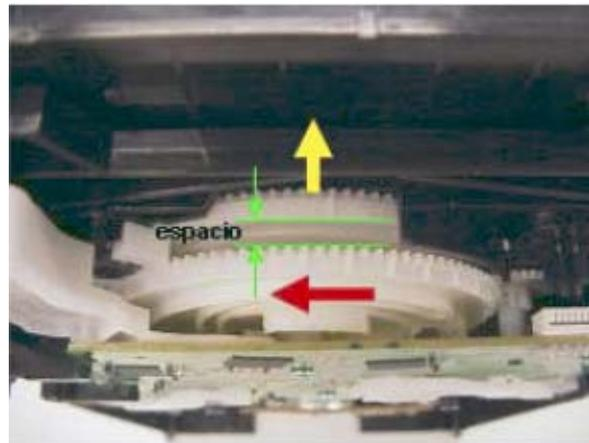

Fig. 1.9
2. 2 Girem um pouco engrenagem principal no sentido anti-horário. A engrenagem B vai subir, quando aparecer o vão entre a engrenagem principal e a engrenagem B pare neste ponto. (Fig. 1.9).